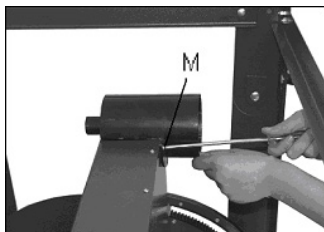

Рис. 5
- Закрепите аспирационный патрубок с помощью 3-х резьбовых винтов (M, Рис. 5).